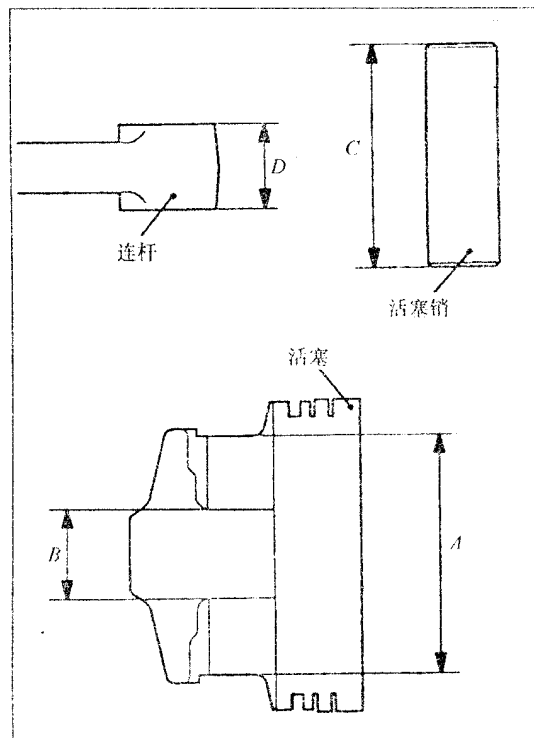

图 3-44
(1) 活塞销的安装
- 测量下列长度(见图 3-44 所示)。